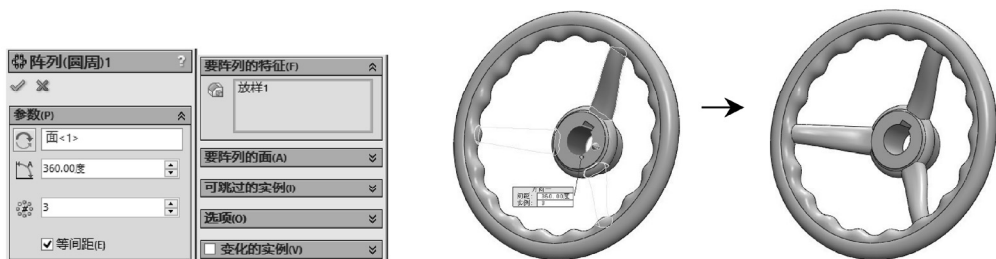

图 3-44 阵列辐条操作
STEP 4 单击“特征”工具栏中的“圆周阵列”列表项, 打开“圆周阵列”属性管理器，选择 **STEP 3** 创建的辐条为要阵列的特征，选择台体的内圆周长为“阵列轴”的参考面，设置阵列角度为 360° ，个数为 3，执行阵列操作，如图 3-44 所示。